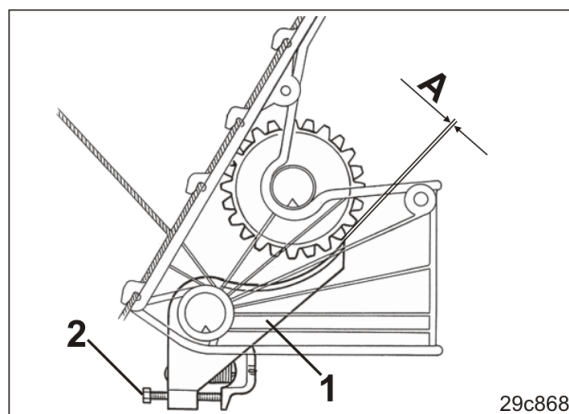

Рис. 115
2. Проверьте клапаны высевных коробок (Рис. 115/1) на легкость хода.
Расстояние "А" (Рис. 115) между клапаном высевной коробки и высевающей катушкой составляет от 0,1 мм до 0,5 мм.
5. Установите предписанное расстояние с помощью винта (Рис. 115/2).